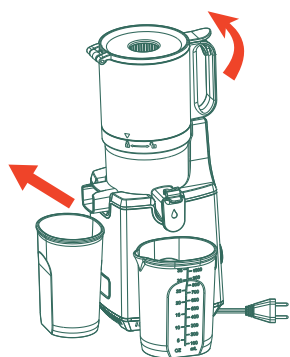

Fig. 10
1. Retire los recipientes de jugo y pulpa y abra la tapa. (Fig. 10)--**Introduzca el dedo índice en el agujero del mango y tire del gatillo para liberar el interruptor de seguridad.**